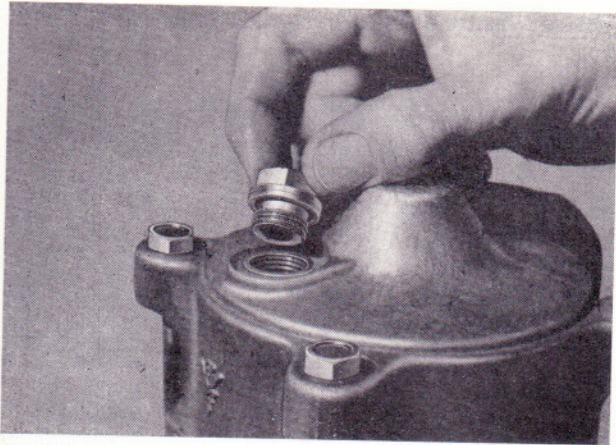

Bild 167
- Verschußschraube aus dem Deckel heraus-schrauben und die Leichtgängigkeit des Rotors überprüfen (Bild 167).